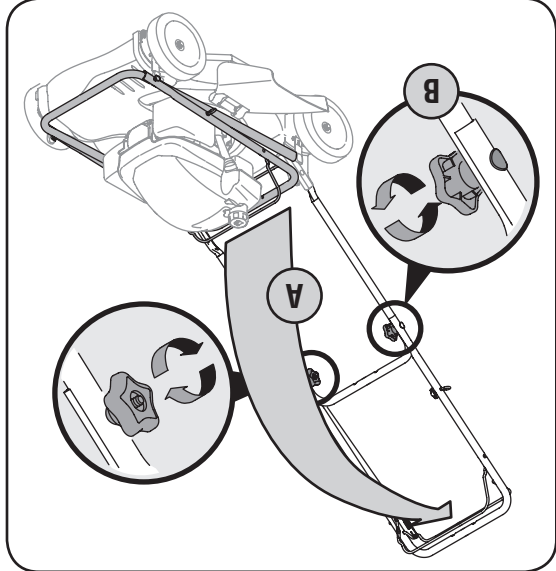

Figure 3-2
3. a. Redressez le guidon supérieur vers vous pour le faire passer de la position A à la position de travail B. Voir la Figure 3-2.